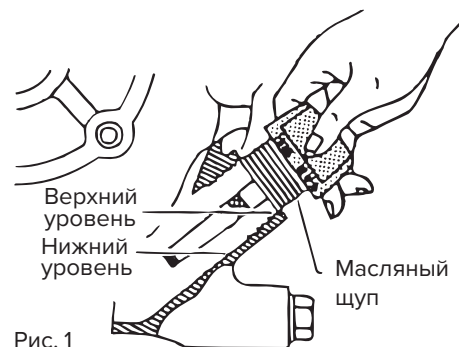

Рис. 1
6. Чтобы проверить уровень масла в виброузле, поставьте машину на ровную поверхность. При необходимости долейте требуемое количество масла (рис. 1).